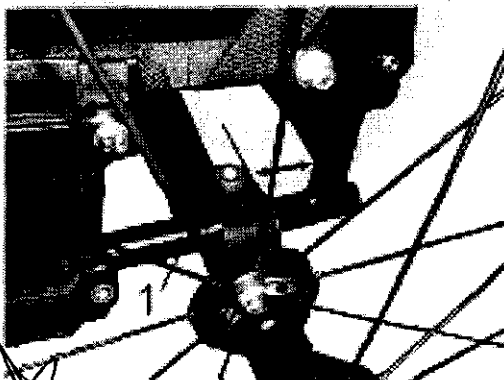

Fig. 16
6) Equilibrado de la silla de ruedas (Fig. 16) (no U2 light)